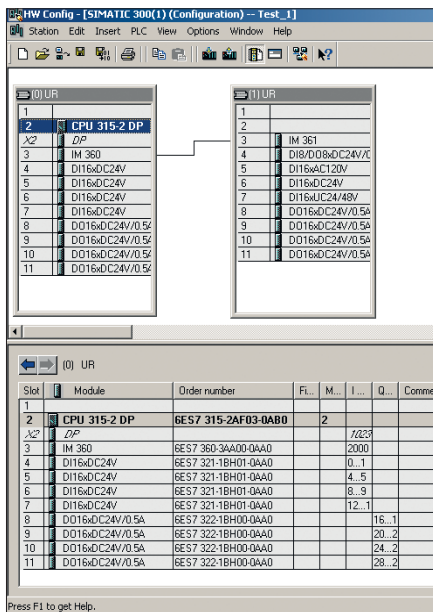

Рис. 2. Установка более 8 модулей расширения для ПЛК серии 300V
- Добавьте две рейки 300 **Insert Object → Simatic 300 → Rack 300 → Rail**. В первую рейку (0) UR (рис. 2) включите ЦПУ модуль CPU 315-2DP (6ES7 315-2AF01-0AB0).
- Вставьте модуль IM360 (или IM365) в 3-й слот первой рейки, а модуль IM361 (или IM365) — в 3-й слот второй рейки (рис. 2).